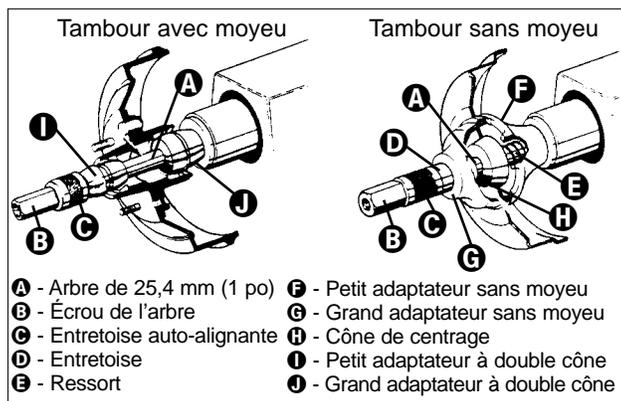

Figure 4 – Configurations types du montage des tambours
1. Déterminez la configuration de montage exacte en vous reportant aux exemples donnés à la Figure 4.
2. Montez le tambour sur l'arbre en utilisant des adaptateurs, des cônes et des entretoises appropriés. Reportez-vous à la Figure 4 qui vous illustre les instructions et les configurations types de montage.